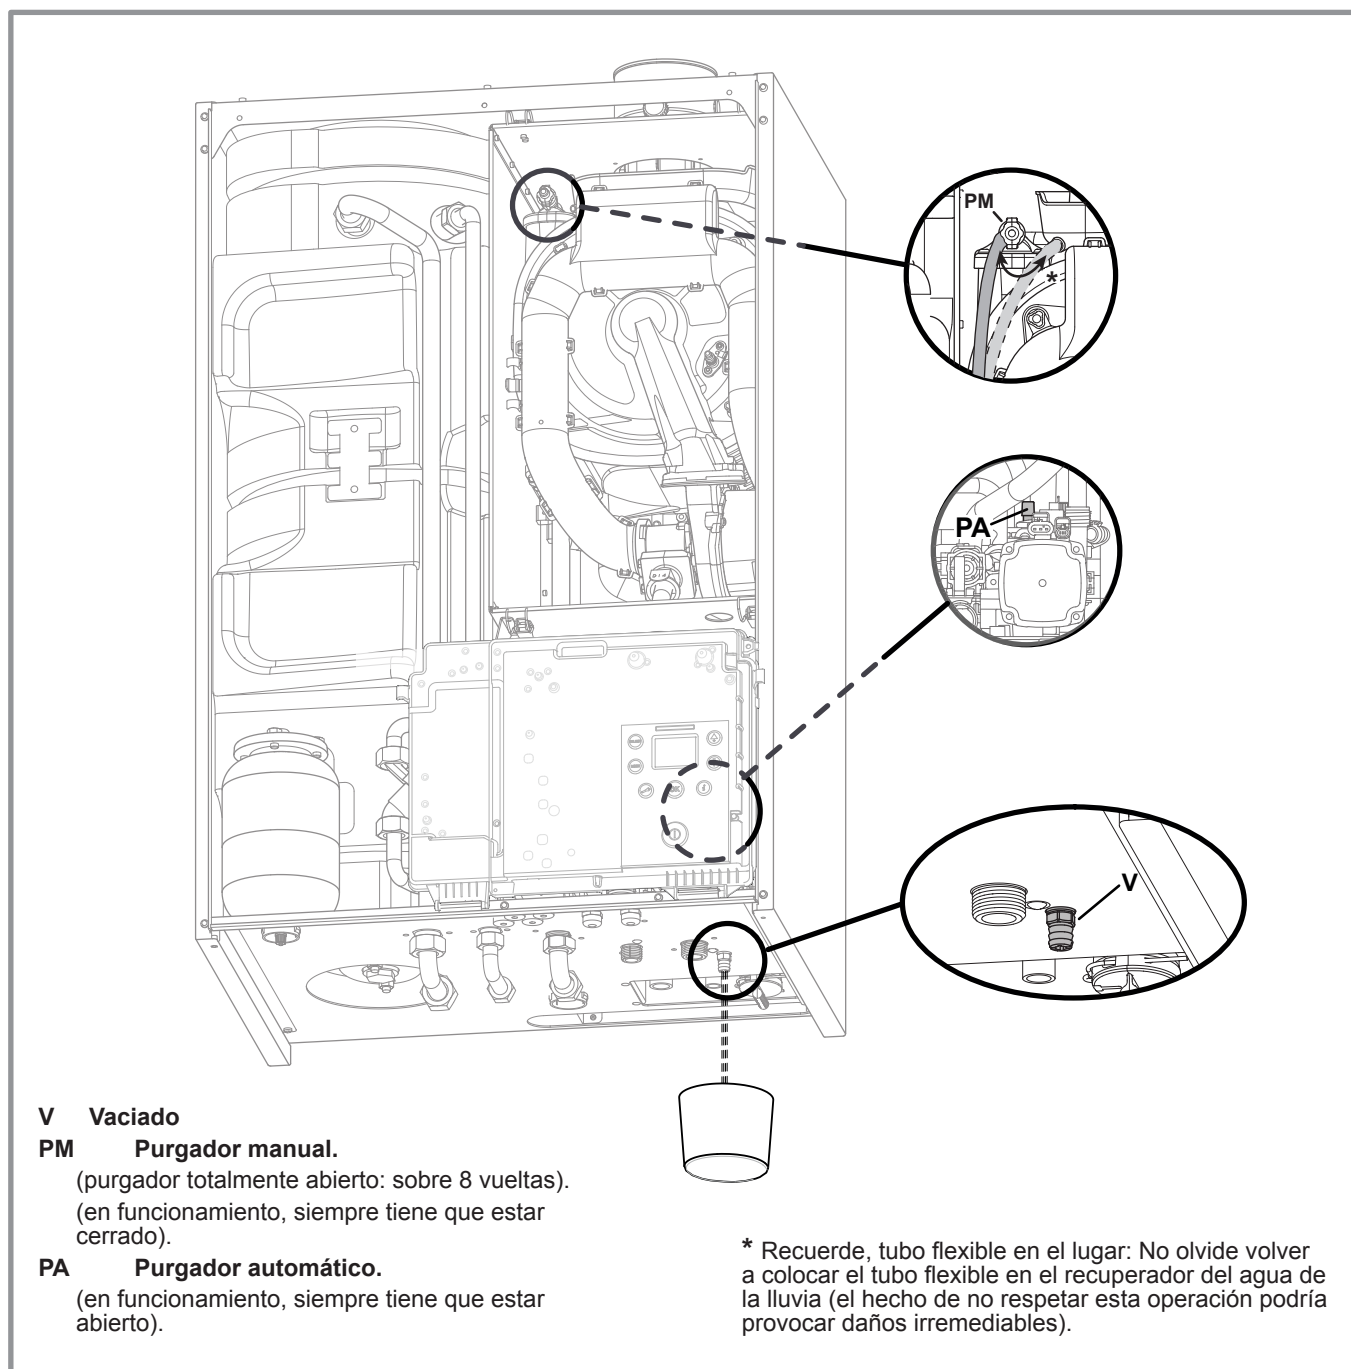

figura 33 - Purga y vaciado de la caldera / Vaciado de los acumuladores ACS
- Abra el purgador manual (Atención, puede salir agua) (figura 33).